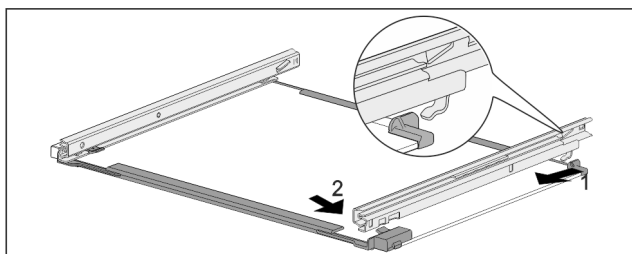

Fig. 175 Glashylla med skenor
- Haka fast skena baktill. Fig. 175 (1)
- Haka fast skena framtill. Fig. 175 (2)